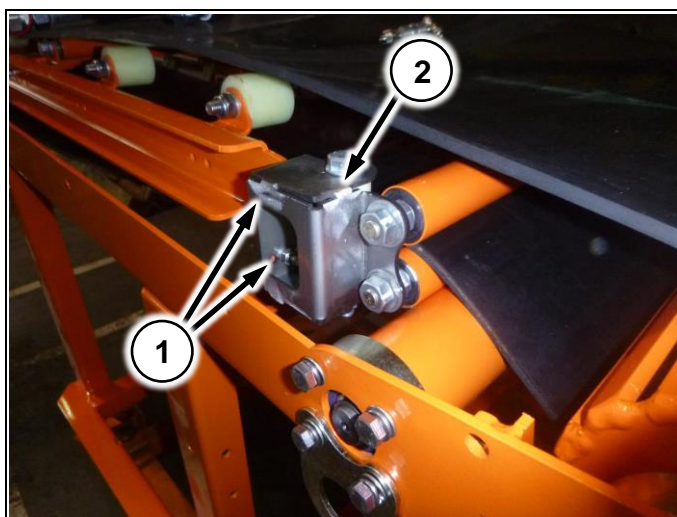

Рис. 144
1. Отверните две гайки (Рис. 144/1)
2. Сдвиньте упоры с обеих сторон ленты (Рис. 144/2) в сторону, противоположную той, в которую сбегает лента, на одно отверстие.).